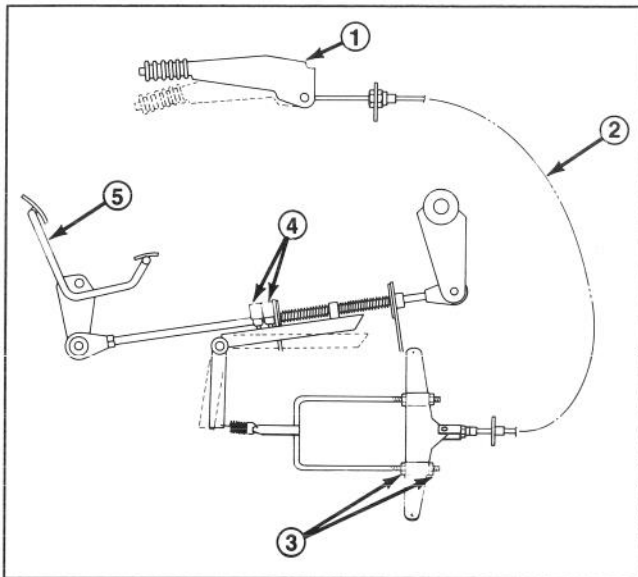

Bild 42
Im Laufe der Zeit kann sich das Kabel der Feststellbremse dehnen, wodurch das Anlassen des Motors u.U. verhindert wird. Unter solchen Umständen muß das Kabel eingestellt werden (Bild 42).
4. Die vier U-Bügel-Muttern (Bild 42) gleichmäßig so einstellen, daß die Feder gespannt wird. Diese Einstellung wirkt sich auf die Funktion der Antriebsschalter aus.
5. Die vier U-Bügel-Muttern (Bild 42) so einstellen, daß sich der Motor beim Anziehen der Feststellbremse in die vierte Einrastung starten läßt, das Starten jedoch in der zweiten Einrastung verhindert wird.